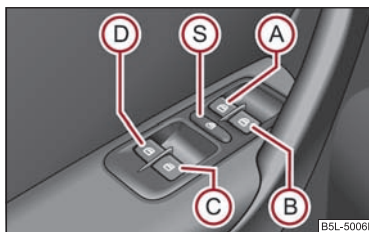

Fig. 40 Teclas en la puerta del conductor
Las teclas para las diferentes ventanillas se encuentran en el apoyabrazos de la puerta del conductor ⇒ página 48, fig. 40, puerta del acompañante y en las puertas traseras* ⇒ página 49.
Vd. puede poner fuera de servicio de las teclas en las puertas posteriores pulsando el interruptor de seguridad **(S)** ⇒ página 48, fig. 40. Se ponen de nuevo en funcionamiento las teclas en las puertas traseras pulsando repetidamente el conmutador de seguridad **(S)**.
- Si se transporta niños en los asientos traseros, se recomienda poner fuera de funcionamiento los elevallunas eléctricos de las puertas traseras (conmutador de seguridad) **(S)** ⇒ página 48, fig. 40.